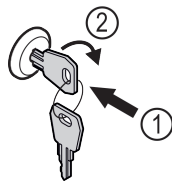

Fig. 170
- ▶ Sätt in nyckeln Fig. 170 (1).
- ▶ Vrid nyckeln 90° medurs Fig. 170 (2).